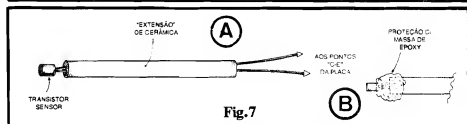

Fig. 7
- FIG. 7 - PROTEGENDO/INSTALANDO O SENSOR... - Para monitorações "secas", e que eventualmente envolvam Temperaturas mais ou menos elevadas (acima de 100°), será conveniente a instalação do sensor (transistor de germânio) na extremidade de uma "extensão" de cerâmica, na forma de um longo tarugo, fino, dotado de duas passagens internas independentes para os condutores que vão aos terminais de **coletor** e **emissor** do dito transistor... Outros elementos poderão tornar-se necessários, como buchas ou "espaguëtis" termo-resistentes (além de isoladores, eletricamente falando...), cabagem isolada em amianto, etc. Se a disposição sugerida for adotada, será bom fixar e vedar a região entre o transistor e a extremidade da "extensão" de cerâmica, com um pouco de massa de **epoxy** ("Durepoxy"), conforme vemos em 7-B.